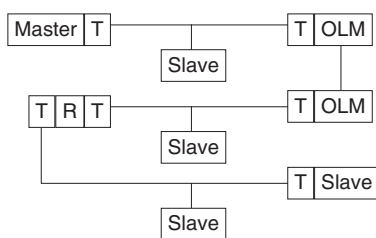

Bild 2.1: Beispiel: Bussegmente mit Busabschluss
Beispiel (siehe Bild 2.1 auf Seite 14): Eine Linie mit 1 Master, 4 Slaves, einer LWL-Übertragungsstrecke, 1 Repeater (R), 3 Kupfersegmenten und 6 Busabschlüssen (T): Master (T) – Slave – (T) OLM – LWL – OLM (T) – Slave – (T) Repeater (T) – Slave – (T) Slave.